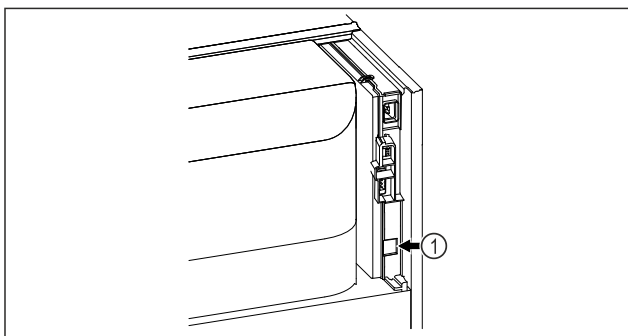

Fig. 129
- SmartModule Fig. 129 (1) er satt inn.